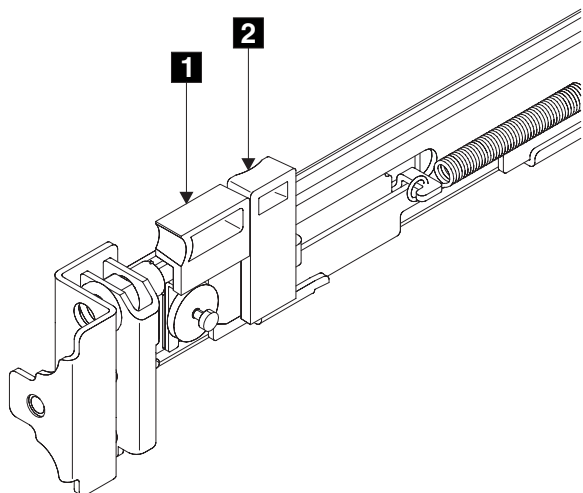

图 27. 缩回插销锁托架
4. 使您的手指对着插销控制杆 **1** 一侧，并将您的拇指对着插销锁 **2** 的前部（请参阅第 27 页的图 27）。